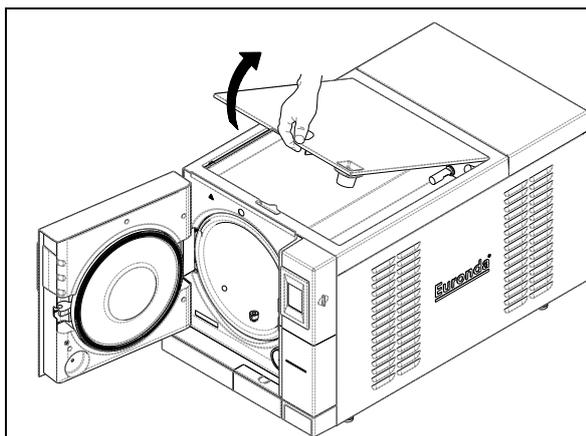
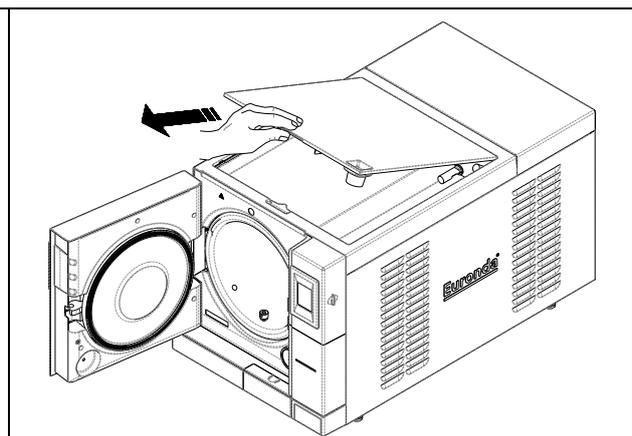

Abb. 8.2-5
Abb. 8.2-6
- den Deckel auf 45° anheben (Abb. 8.2-5) und zu sich ziehen (Abb. 8.2-6).